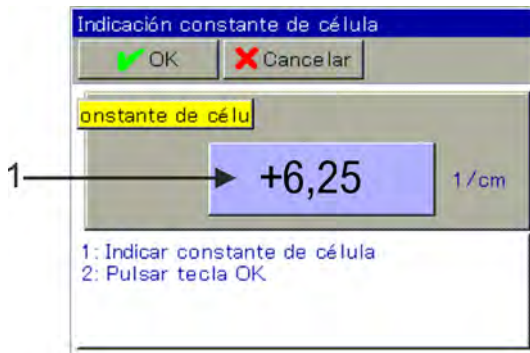

Fig. 76: Para la entrada de datos, tocar el botón de selección (pos. 1)
6. ➤ Introduzca la constante celular del sensor (6,9) y confirme con «OK». (Véase Fig. 76 .)